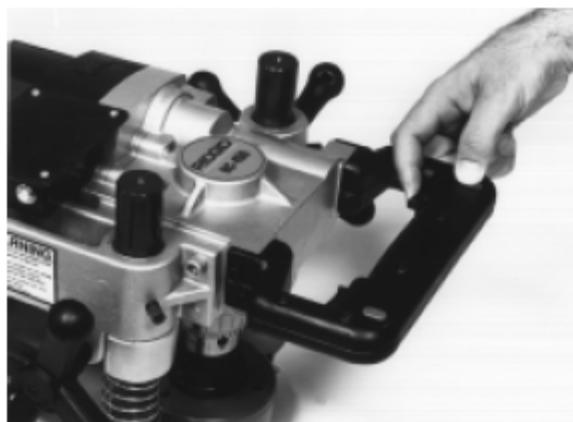

图8 — HC-450锁定开关
1. HC-450的启动可以按下一侧手柄上的锁定开关（见图8）。